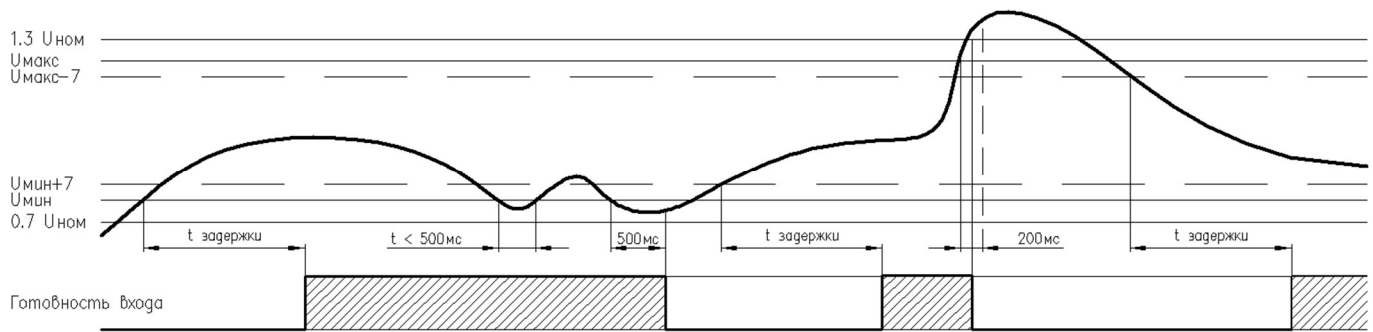

Рисунок 1 – Поясняющая диаграмма времени задержки и готовности входа.
**Готовность входа к использованию** определяется наличием на входе напряжения соответствующего уставкам в течение времени, превышающего время задержки. Время задержки задается регуляторами на лицевой панели, отдельно для каждого входа. Готовность входа – обязательное условие для того, чтобы нагрузка могла быть подключена к этому входу. Задержка с момента появления на входе напряжения, соответствующего уставкам, до подтверждения готовности входа, позволяет убедиться, что напряжение в сети, к которой подключен конкретный вход, находится в установившемся режиме, отсутствуют броски или провалы напряжения. См. *Рисунок 1*. Это позволяет избежать преждевременного подключения нагрузки ко входу с неустановившимся режимом. Данная задержка не влияет на время переключения.